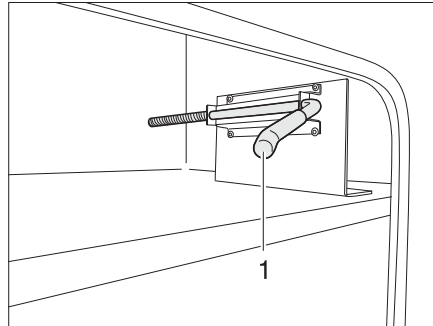

Fig. 43 Crochet de sécurité du portillon extérieur, position de départ
- Sortir le crochet de sécurité (Fig. 43,1) avec l'autre main.
- Repousser prudemment le crochet de sécurité dans la position de départ (Fig. 43,1).